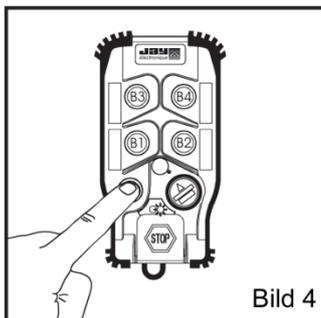

Bild 4
- 5- Sobald der gewünschte Kanal gewählt wurde (Wahl von Nr. 01 bis 64), die Taste Ein zur Bestätigung der Wahl drücken (Bild 4).
- 5- Nach der Wahl der neuen Dauer (Wahl von 01 bis 99), die Taste Ein zur Bestätigung drücken (Bild 4).
- 5- Den gewählten Modus durch einen Druck auf die Taste Ein bestätigen (Bild 4).
- 5- Den Programmiermodus durch einen Druck auf die Not-Halt Taste (Bild 4) verlassen.